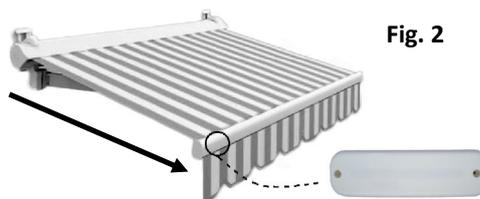
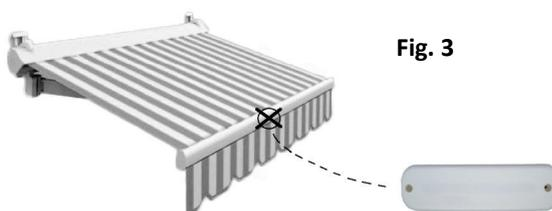

Fig. 2
Fig. 3
1. Posizionare il sensore in luogo adatto alla corretta lettura dell'oscillazione della tenda (es: a lato della barra della tenda frontalmente o nel retro (**fig. 2**) **non al centro della tenda (fig. 3)**. **Non installare il sensore dentro il terminale della tenda (fig. 4)**, installarlo ad una distanza minima non inferiore a **30 cm** dalla centrale o dalla testa del motore.